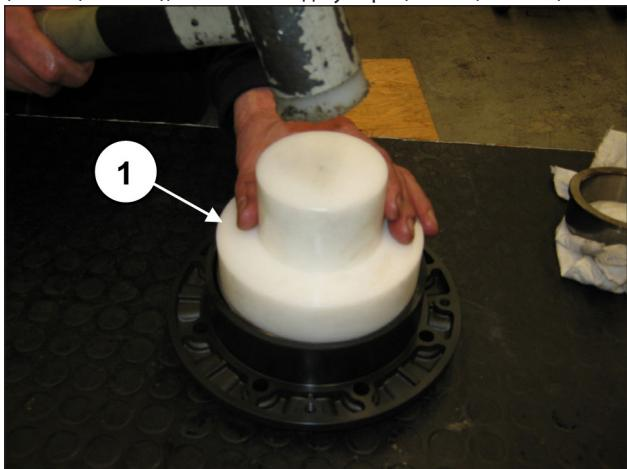
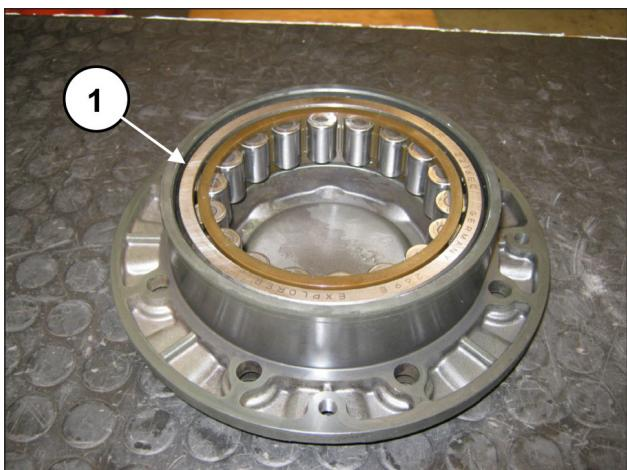

Рис. 55
Рис. 56
Повторите операцию на крышки подшипника, предварительно установив внешнее кольцо подшипника коленчатого вала с помощью инструмента арт. 27605000 (поз. ①, Рис. 55), вставив его до упора (поз. ①, Рис. 56).